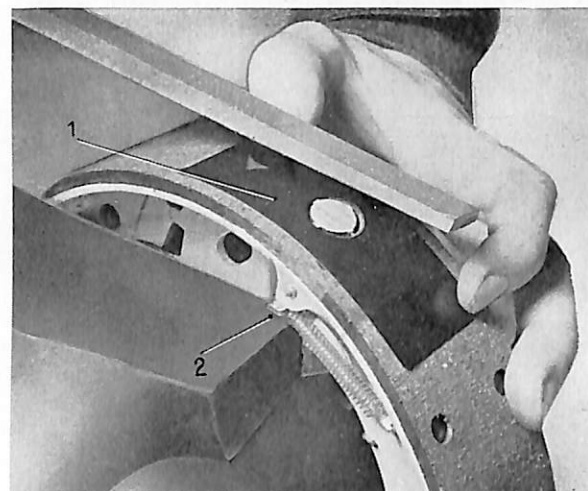

Bild 14. Justering av kontaktplugg.
Med kontaktpluggen i yttre läget fastspännes bromsbacken i ett skruvstycke. Därvid skall hävarmens klack (2 bild 14) vila mot ena käften för
Placera justerjiggen (1) över kontaktpluggen och fila av denna jäms med justerjiggen (se bild 14). Pluggen kommer härvid 0,1 mm över bromsbeläggets yta.